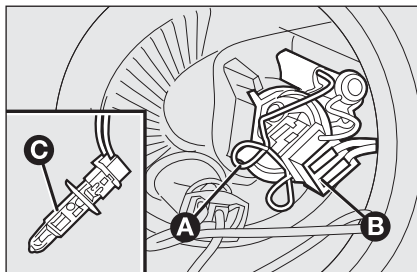

fig. 25
- décrocher l'agrafe de retenue de l'ampoule **A-fig. 25**;